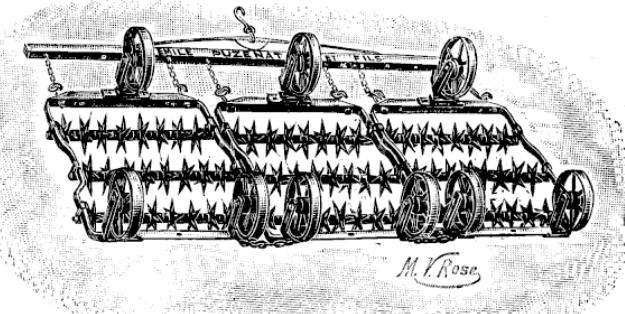
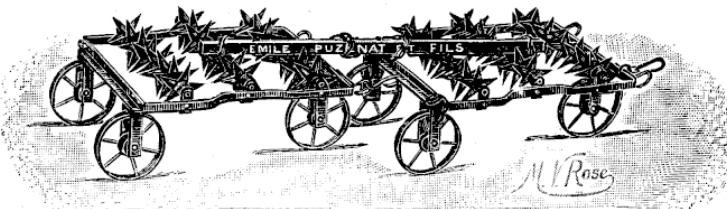

FIG. 67
FIG. 68
- 2^o Trois roues par compartiment (fig. 67) ; pour opérer le transport sur roues, on renverse les compartiments et on les accroche en file comme indiqué par la fig. 68. — Ce dispositif des plus commodes (*très recommandé*) évite toute possibilité d'accident ;